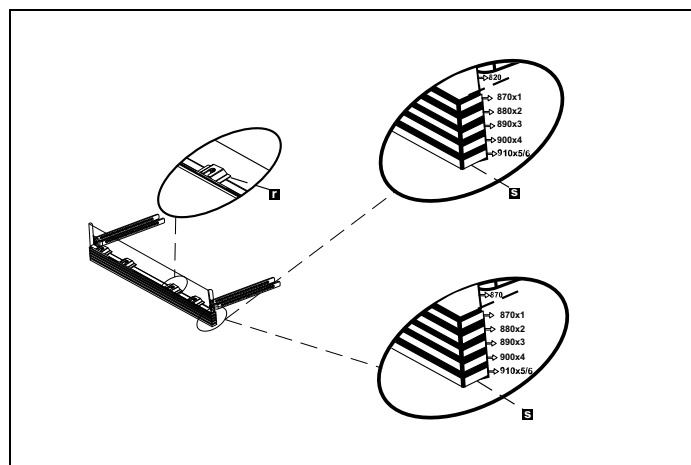

Fig. 20
- 3) Comme illustré dans la Fig. 20, les pieds cylindriques du coup-de-pied réglable sont fixés aux pièces métalliques de fixation du coup-de-pied et insérés à travers la cavité de la pièce.